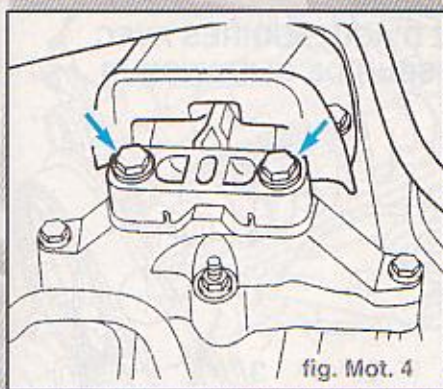

fig. Mot. 4
- Dévisser la fixation côté boîte du support de boîte (flèches) par le haut (fig. Mot. 4).